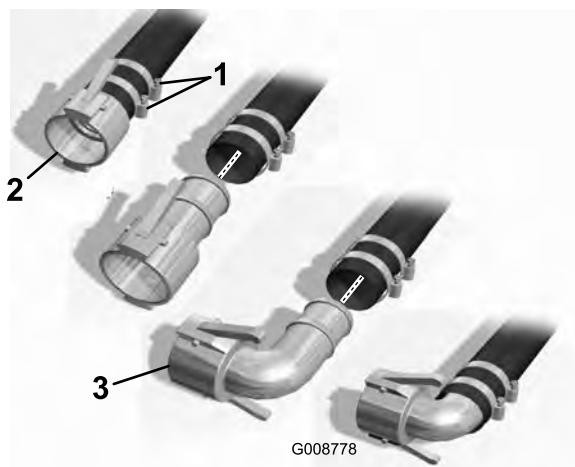

Figura 7
- A. Afloje las abrazaderas que sujetan el acoplamiento recto a la manguera (Figura 7)
- B. Retire el acoplamiento recto de la manguera (Figura 7)
- C. Instale el acoplamiento de 90 grados en la manguera (Figura 7)